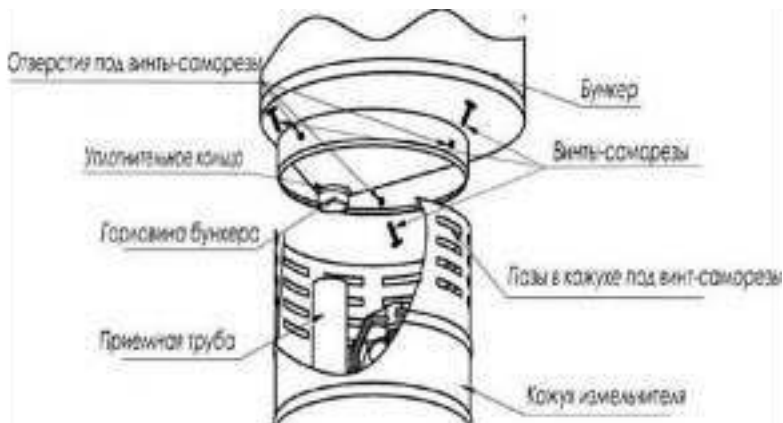

Рис.4 Установка бункера
6.1 В изделиях ИЗЭ-14, ИЗЭ-14М, ИЗЭ-25, ИЗЭ-25М (см. рис. 4) на горловину бункера надеть уплотнительное кольцо (входит в комплект), затем установить бункер на кожух, плотно совместив горловину бункера с отверстием в приёмной трубе и зафиксировать тремя винтами-саморезами через имеющиеся пазы в кожухе; Взять пустую тару (для измельчённой массы) и установить на горизонтальной поверхности;